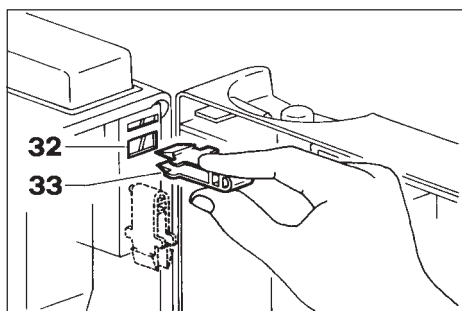

Fig. 14
- Abrir la puerta de la máquina e introducir la llave (33) en la abertura (32) de accionamiento de los microinterruptores de seguridad (Fig. 14).